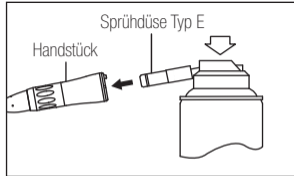

Abb. 6
- 3) Setzen Sie die Sprühdüse auf der Rückseite des Handstücks ein. Halten Sie das Handstück fest und sprühen Sie für die Dauer von etwa 2-3 Sekunden. Tragen Sie Schmiermittel auf, bis es mindestens 2 Sekunden lang aus dem Handstückkopf austritt. (Abb.6)